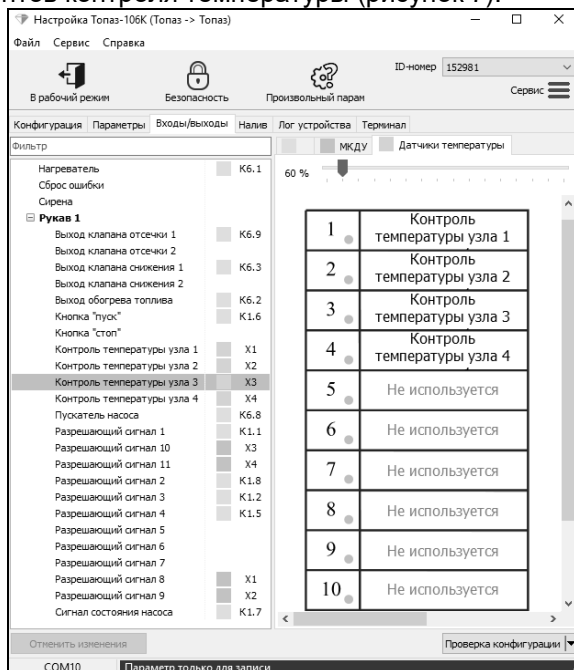

Рисунок 7
- на подвкладке "Датчики температуры" вкладки "Входы/выходы" настроить "привязку" датчиков температуры к порядковым номерам элементов контроля температуры (рисунок 7).